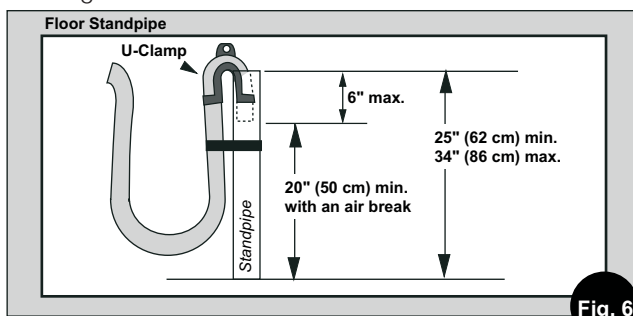

Fig. 6
Es posible descargar el agua en un fregadero, un tubo vertical o un tubo de desagüe, pero debe existir una interrupción de aire a una altura mínima de 20" (50 cm) para evitar el sifonaje en la máquina (Fig. 6).
- Inserte el extremo de salida de la manguera de descarga dentro del tubo vertical o el drenaje de pared o de piso (Fig. 6). **NOTA:** El extremo de salida de la manguera de descarga se **DEBE** encontrar a una altura mínima de 20" (50 cm) desde la base de la máquina. Para evitar el sifonaje, no se debe insertar más de 6" (15 cm) de la manguera de descarga en el tubo de desagüe.